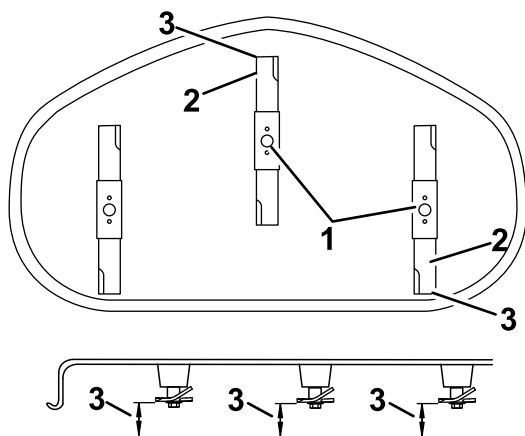

Figure 63
5. Mesurez la distance entre la pointe de la lame avant et la pointe de la lame arrière par rapport à la surface plane (Figure 62 ou Figure 63).